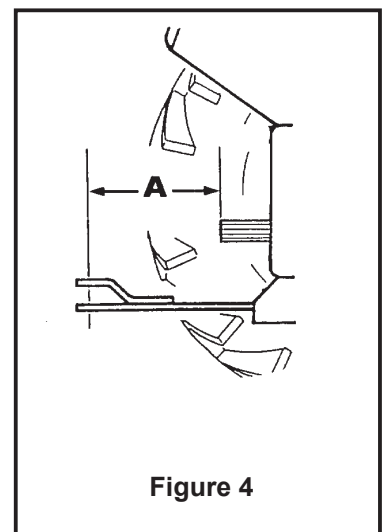

Figure 4
1. Ajuster la barre d'attelage du tracteur à une distance de 350 à 400 mm , à partir de l'axe de prise de force jusqu'au trou de pivotement de la barre, (dimension 'A', Fig. 4) :